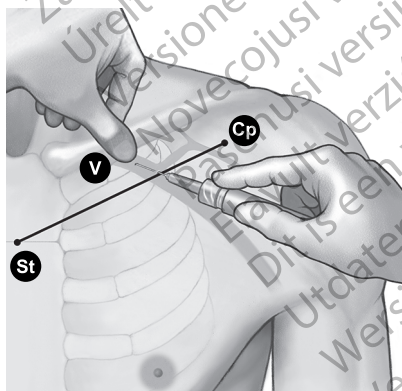

Figura 5. Ubicación del pulgar y entrada de la aguja
4. Oprima con el pulgar sobre el dedo índice y proyecte 1-2 centímetros por debajo de la clavícula para proteger el músculo subclavio de la aguja (cuando exista hipertrofia del músculo pectoral, el pulgar deberá proyectar unos 2 centímetros por debajo de la clavícula ya que el músculo subclavio estará también hipertrofiado) (Figura 5 Ubicación del pulgar y entrada de la aguja en la página 16).